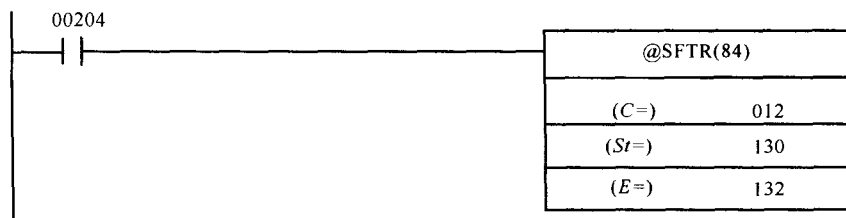

图 7-4 程序中的 CMQ1 可逆移位寄存器
2) 可逆的寄存器移位指令 SFTR(84)，与 SFT(10) 指令类似，但编程方法不同，如图 7-4 的例子所示。同 SFT(10) 指令一样，起始字与终止字地址都是必须的，但是作为第二和第三参数输入，第一参数是控制字地址（C）参数（图 7-4 中的地址 IR012 是工作区存储器），必须是一个地址，而不是常数。SFTR(84) 指令有一个可选的微分形式（本例中使用），因为在其非微分形式指令下，在每次控制逻辑持续为真时进行的扫描循环都会移动一位数值。在微分形式下（加@前缀），每次控制逻辑由假变为真时，仅移动一位。